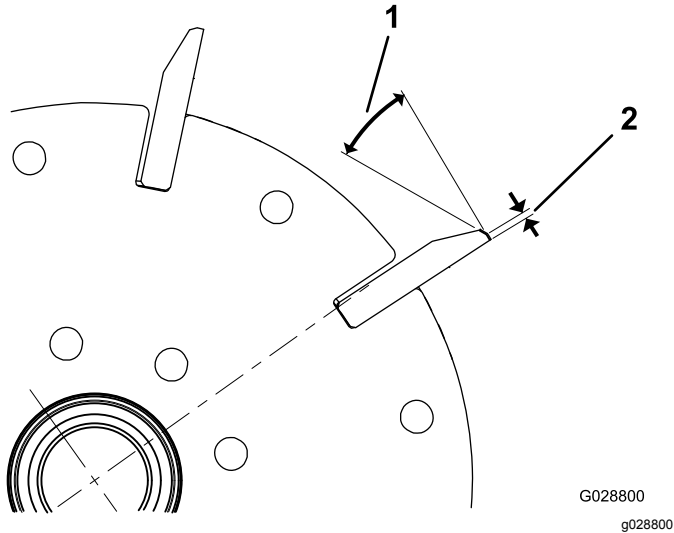

Figura 24
1. Aplique uma amolação de retificação de 30 graus em todas as lâminas do cilindro até que a folga tenha uma largura de 1,3 mm (Figura 24).